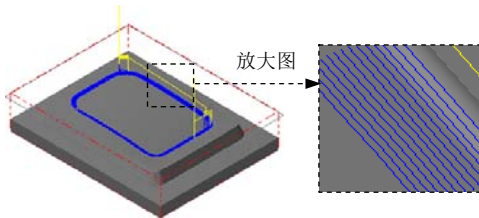

图 5.30 刀具路径
(1) 在“曲面精加工残料清角”对话框中单击 **残料清角精加工参数** 选项卡, 在 **大切屑间距(M)** 文本框中输入值 0.25, 在 **残料清角精加工参数** 选项卡的 **切削方式** 下拉列表中选择 **3D环绕** 选项。
(2) 单击 **间隙设置(G)...** 按钮, 在系统弹出的“刀具路径的间隙设置”对话框中选中 **✓** **切削顺序最佳化** 复选框; 在 **切弧的半径** 文本框中输入值 3.0, 在 **切弧的扫描角度** 文本框中输入值 90.0。单击 **✓** 按钮, 系统返回至“曲面精加工残料清角”对话框。
(3) 单击“曲面精加工残料清角”对话框中的 **✓** 按钮, 同时在图形区生成图 5.30 所示的刀具路径。